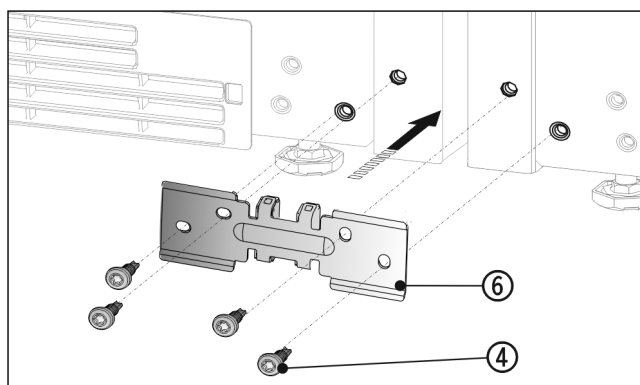

Fig. 17
- ▶ Надвиньте угол Fig. 17 (6) с помощью распорной детали между устройствами и слегка прикрутите 4 винтами Fig. 17 (4).